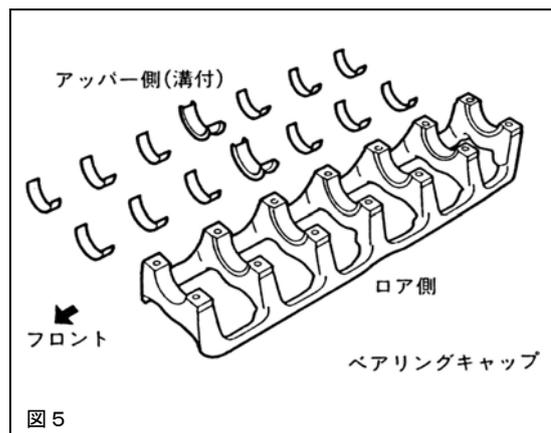

図5
3. 1 シリンダブロック及びベアリングキャップにクランクメタル（上下）を取付けてください。（図5）